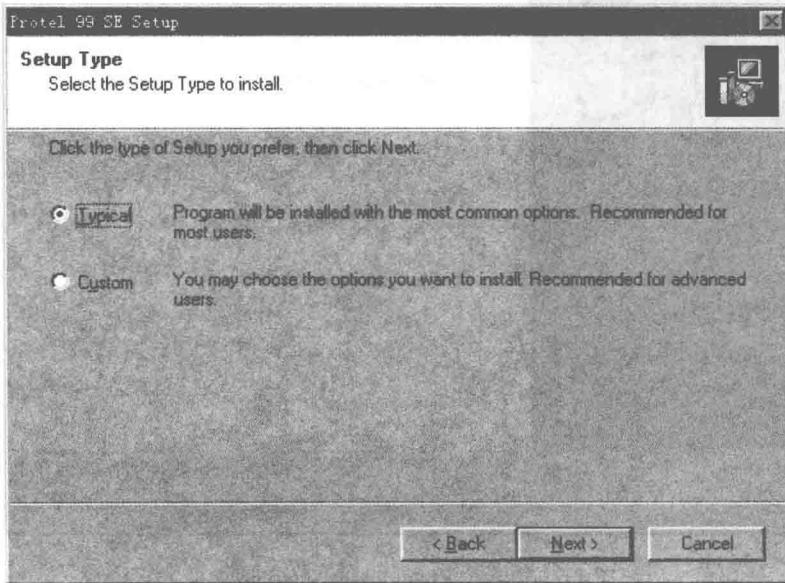

图1.4 第四个Protel 99 SE Setup对话框
(4) 单击“Next”按钮，将显示第四个Protel 99 SE Setup对话框，如图1.4所示。其中，“Typical”单选按钮为典型安装；“Custom”单选按钮为定制安装。